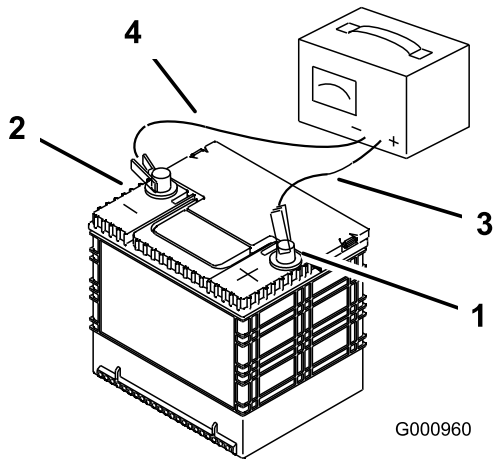

Figura 51
2. Cuando la batería esté completamente cargada, desconecte el cargador de la toma de electricidad, luego desconecte los cables del cargador de los bornes de la batería (Figura 51).